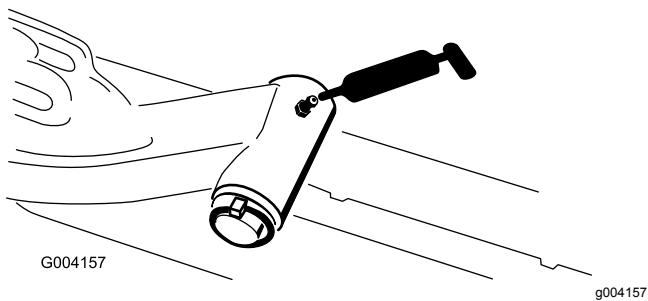

Figure 66
- Axe de pivot des bras de levage (1 chacun) (Figure 66)